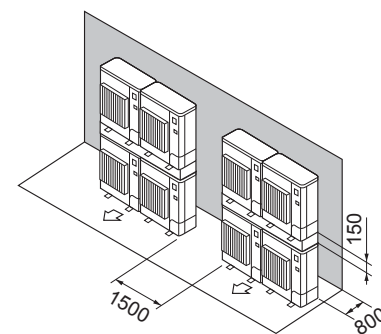

Fig. 2-14
- ⑦ Plassering av stablede enheter (fig. 2-14)